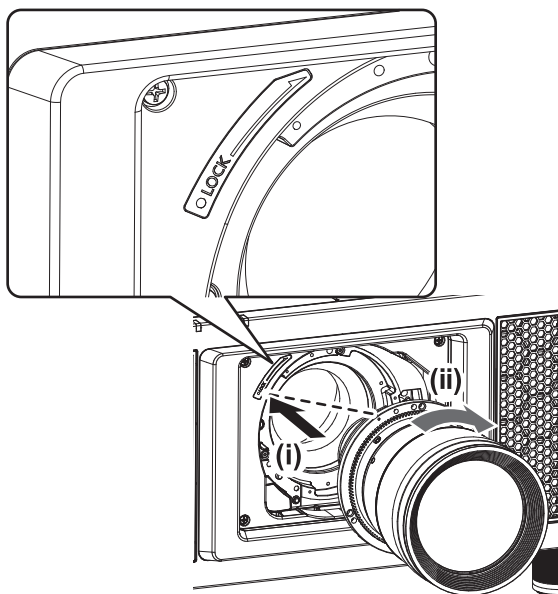

Fig. 1
- 1) **Insérez l'objectif de projection en alignant son repère (orange) avec le repère du projecteur (○ à gauche de LOCK), puis tournez dans le sens des aiguilles d'une montre jusqu'au déclic. (Fig. 1)**